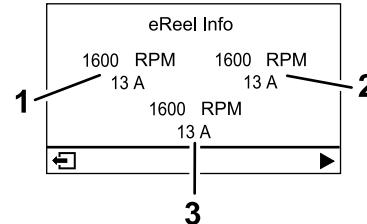

Figura 18
- **Pantalla de motores eReel (Figura 18):** muestra la velocidad y la corriente de cada motor de las unidades de corte.